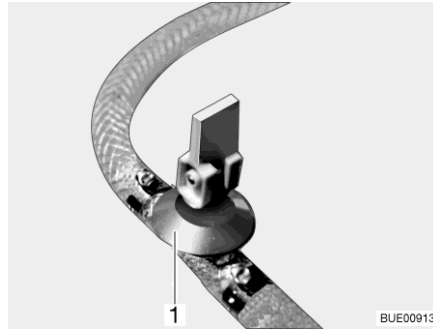
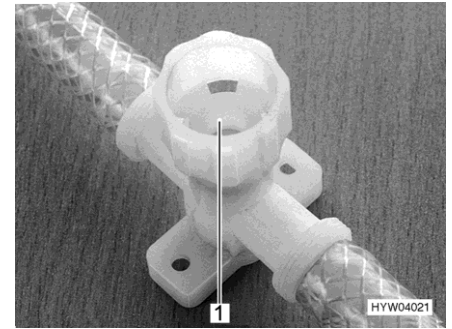

Fig. 256 Rubinetto di scarico (con leva a bilanciere)
Fig. 257 Rubinetto di scarico (con tappo a vite)
- Aprire tutti i rubinetti di scarico. Mettere la leva a bilanciere del rubinetto di scarico (Fig. 256,1) in posizione verticale o chiudere il coperchio del rubinetto di scarico (Fig. 257,1) in senso antiorario.